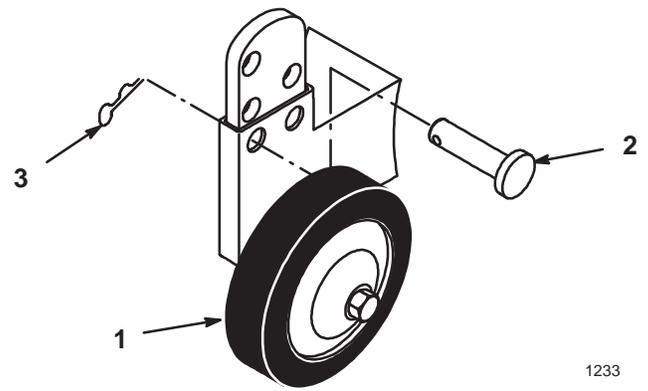

Bild 25
2. Nehmen Sie den Splint und Stift heraus und stellen Sie die Radhöhe ein (Bild 25).
3. Wählen Sie eine Lochposition, so dass das Rad für die gewünschte SchnitthöhenEinstellung ungefähr 9,5 mm Bodenfreiheit hat (Bild 25).